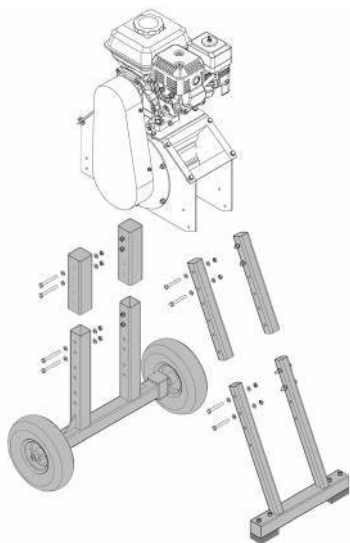

Рис. 6 Схема сборки измельчителя
4. Установите измельчитель на колёса и опоры, как показано на Рис. 6. Сначала закрепите на корпусе измельчителя стойки кронштейна колёс и передней опоры. Далее установите измельчитель на колёса, затем установите переднюю опору (Рис. 6).